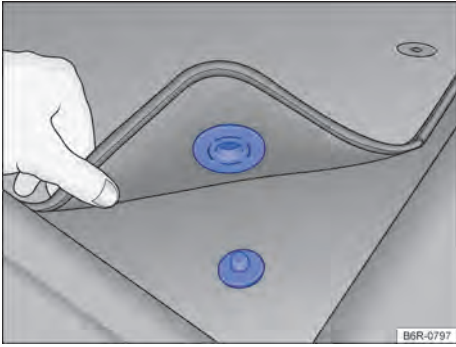

Fig. 18 Alfombra delantera del lado del conductor con fijación al perno de la alfombra.
- ✓ Acomodar bien la alfombra en la zona reposapiés del lado del conductor para que no obstruya la zona de los pedales. Dependiendo de la versión del vehículo, la alfombra delantera del lado del conductor puede tener fijación al perno de la alfombra → **fig. 18**.